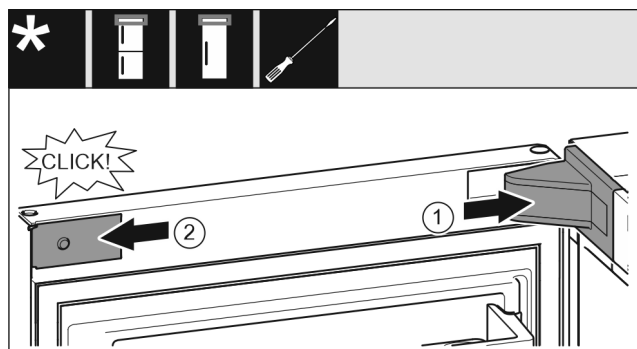

Fig. 25
- ▶ Mettre en place le cache du support de palier Fig. 25 (1) et l'enclencher. Au besoin, l'écarter avec précaution.
- ▶ Placer le cache Fig. 25 (2) sur le côté et l'enclencher.